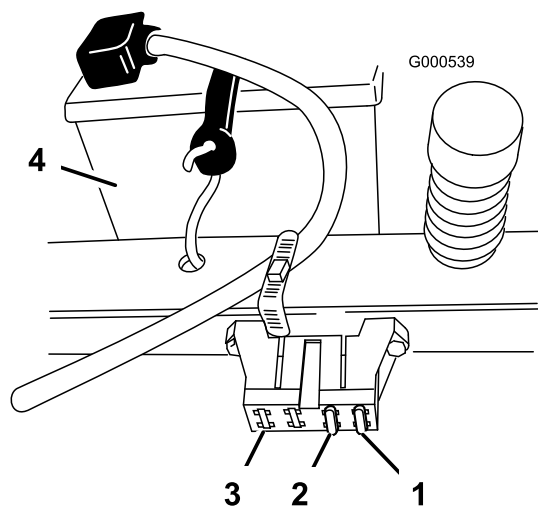

Figura 35
- Alzate il sedile per accedere al portafusibili (Figura 35).
- Per sostituire un fusibile, tiratelo (Figura 35) ed estraetelo dall'attacco.